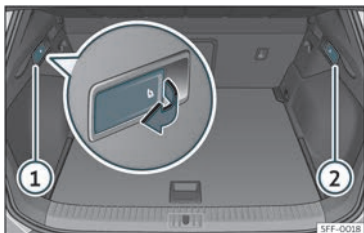

Fig. 103 No maleteiro:pancas para desbloqueo do respaldo traseiro.
- Puxe da panca de desbloqueo a distancia da parte esquerda»» **fig. 103** ① ou dereita
② do respaldo no sentido da frecha. A parte desbloqueada do respaldo traseiro abátese automaticamente cara adiante.